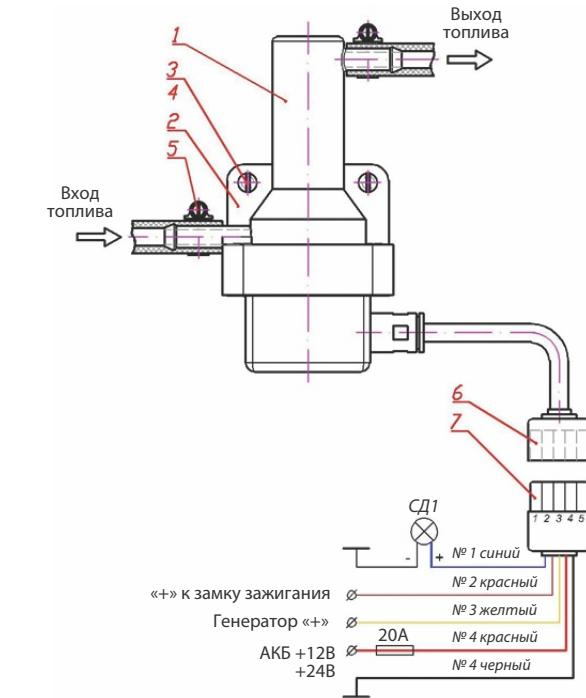

Рисунок 1
5.2 Подогреватель устанавливается в разрез топливопровода перед фильтром тонкой очистки или перед фильтром-сепаратором. Ввод дизельного топлива обозначен на входном штуцере подогревателя в виде стрелки с соответствующим направлением. Рабочее положение подогревателя – вертикальное. При этом входной и выходной топливные штуцера подогревателя располагаются горизонтально (см. рисунок 1). Подогреватель 1 крепится в моторном отсеке за кронштейн 2 двумя винтами M5 по ГОСТ 1491 или саморезами 3 с пружинными шайбами 4 по ГОСТ 6402. Допускаемое отклонение корпуса подогревателя от вертикали не должно превышать 10-15°. Топливопроводы крепятся на штуцерах подогревателя хомутами 5 по ГОСТ 28191.